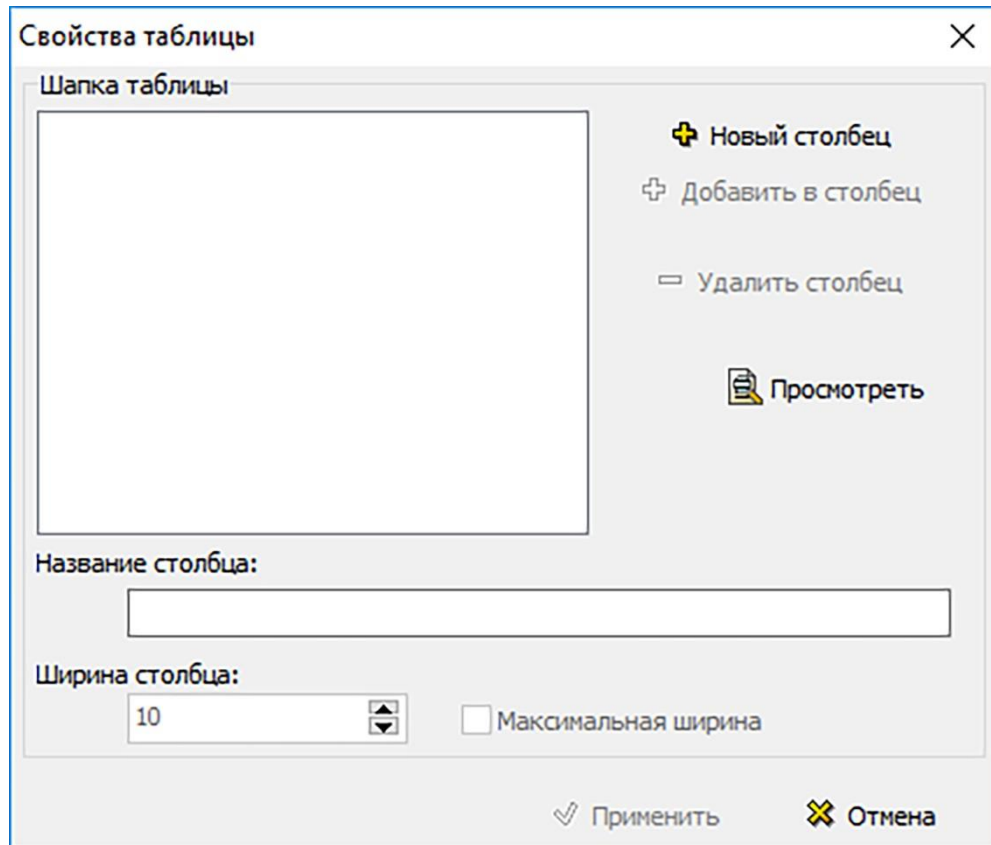

Рисунок 403
10) В окне **Параметры таблицы** нажмите на кнопку **Применить**. После этого откроется окно **Свойства таблицы** (рисунок 403).